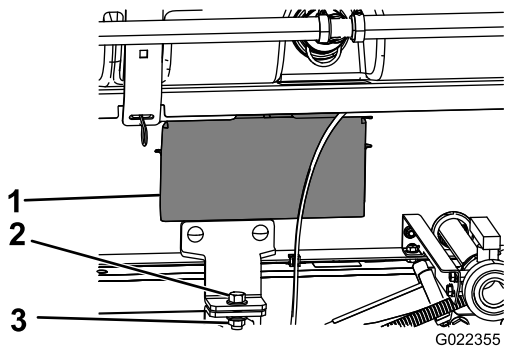

Figure 26
- Déposez les panneaux d'accès de chaque côté du cadre du patin (Figure 26).
8. Fixez la patte de maintien du patin de cuve au support du plateau sur le cadre, de chaque côté de la machine, à l'aide d'un boulon ($\frac{1}{2}$ " x $1\frac{1}{2}$ "") et d'un contre-écrou ($\frac{1}{2}$ ""), comme montré à la Figure 26.